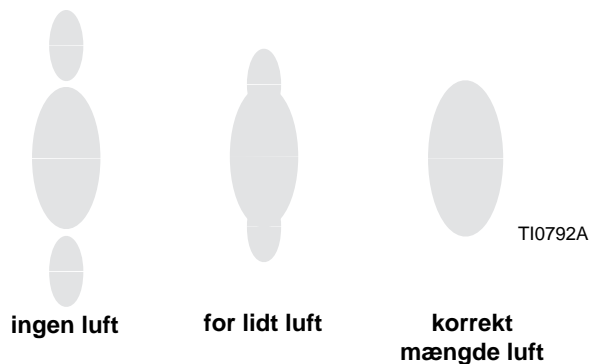

FIG. 15
5. Indstil forstøvningslufttrykket til ca. 5 psi (3,5 kPa, 0,35 bar) ved aktivering af aftrækkeren. Kontrollér spredningen, og øg derefter langsomt lufttrykket, indtil haler forstøves fuldstændigt og trækkes ind i spredningen. Se FIG. 15. Et lufttryk på 7 til 10 psi (4,9 til 7,0 kPa, 0,49 til 0,7 bar) er typisk nok til at forstøve halerne, især ved lavviskose materialer. Et for højt lufttryk kan forårsage ophobning af materiale på lufthætten, hvorved påførings-effektiviteten nedsættes. Lufttrykket til pistolen må ikke overstige 100 psi (0,7 MPa, 7 bar).